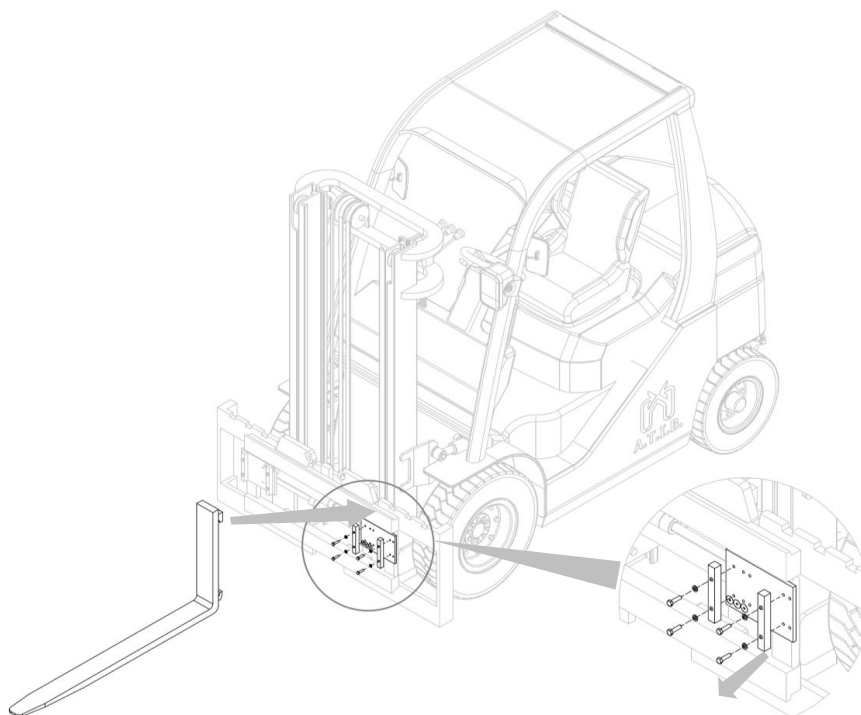

Abbildung 17
1. Montieren Sie die Gabelzinken, nachdem Sie die Gabelarretierungen aus den Mitnehmerplatten abgeschraubt haben (siehe *Abbildung 17*). Die folgenden Abbildungen zeigen nur das Anbaugerät Typ 575 auf, da der Montagevorgang der Gabelzinken für alle vier Gerätetypen gleich ist.